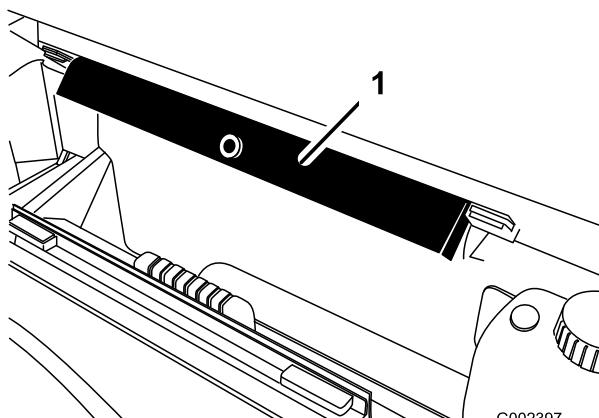

図 46
6. ROPS パネルの後ろについている保管用ブラケットから荷台サポート（安全サポート）を取り外す（図 46）。